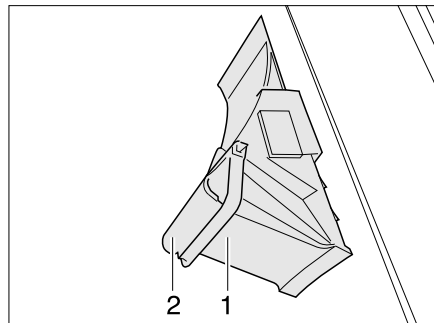

Bild 16 Unterlegkeil
- Den Haltebügel (Bild 16,2) nach unten schwenken.
- Den Unterlegkeil (Bild 16,1) aus der Halterung nehmen.